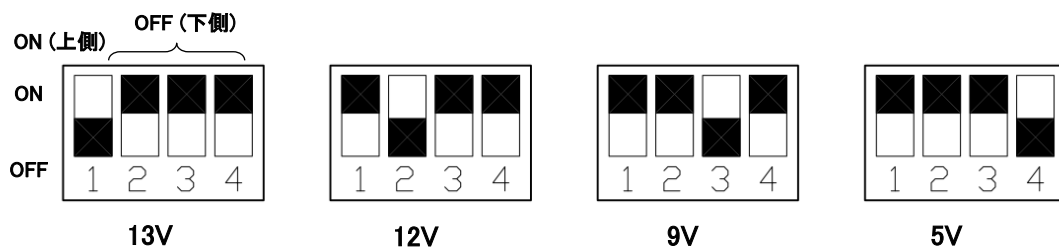

図 2 出力電圧切替えスイッチの設定
- 5) 出力電圧切替えスイッチ:図 2 の設定にすることで、13/12/9/5V の 4 種類の出力電圧から選択できます。通電時の切替え、または下記の設定以外での通電を行うとネットワーク機器へ重大な損傷を与える事がありますので、行わないでください。
- ・ 本装置背面の出力電圧切り替えスイッチを、図 2 を参考に、ネットワーク機器の電源電圧と同じになるように設定します。